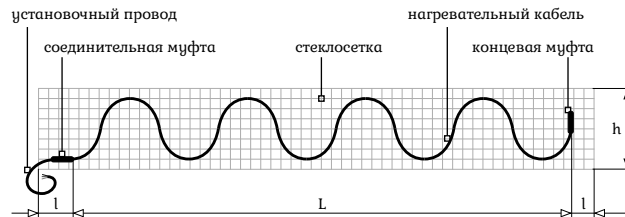

Рисунок 1. Конструкция осушителя
Осушитель представляет собой кабельную секцию, закрепленную специальным образом на стеклосетке (рисунок 1). Кабельная секция состоит из экранированного нагревательного кабеля, концевой и соединительной муфты и установочного провода. Номинальной длиной осушителя считается длина его рабочей части (L), на которой уложен нагревательный кабель от конца концевой муфты и начала соединительной муфты. Удельная мощность осушителя составляет 300 Вт/м². Такая мощность обеспечивает быстрое и эффективное удаление влаги в труднодоступных местах ванных комнат.